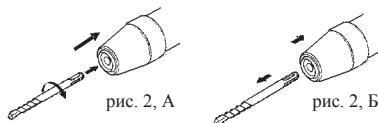

Рис. 2
- поворачивая бур вставить его хвостовик в патрон перфоратора до упора и отпустить втулку 6, см. рис. 1, которая должна занять исходное положение, а рабочий инструмент зафиксируется от выпадения, имея при этом небольшой осевой люфт, см. рис. 2, А. Для удаления рабочего инструмента из ствола необходимо отвести втулку 6 назад и извлечь рабочий инструмент, см. рис. 2, Б.